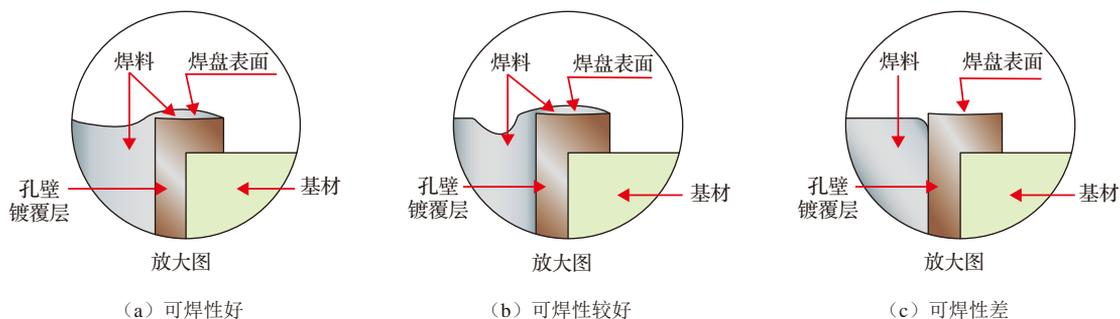

图 9-14 金属化孔焊盘表面与孔壁润湿及填充示意图
**理想状态:** 所有金属化孔壁完全被焊料润湿, 焊料润湿到孔的顶部焊盘上, 且焊盘表面全部润湿, 焊盘表面和孔壁没有暴露金属基材现象, 如图 9-14 (a) 所示。
(1) 焊盘表面可焊性评估：焊盘表面全部润湿。
(2) 金属化孔可焊性评估：焊料完全润湿了焊盘表面，虽然焊料没有完全填满金属化孔，但焊料充满孔的 2/3 以上（若板厚大于或等于 3mm，焊料充满孔的 3/4 以上），并且焊料与孔壁的接触角小于  $90^\circ$ ，呈润湿状态；对于 1、2 级板，镀覆孔焊料应当堵塞孔径小于 1.5mm 的孔，但不必要完全填满，如图 9-14 (b) 所示。
拒绝接受状态：不满足以上条件，如图 9-14 (c) 所示。